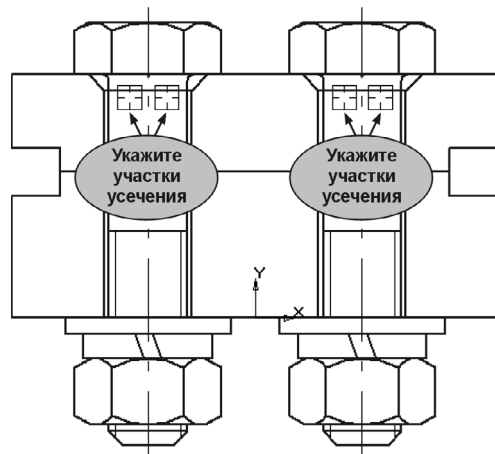

Рис. 44.18. Задание усекаемых участков
18. Нажмите кнопку **Усечь кривую** на панели **Редактирование**. Удалите лишние участки отрезков 5–6 и 7–8, закрытые болтами (рис. 44.18).